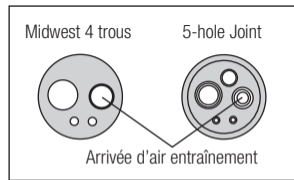

Fig. 12
- 3) Insérez l'embout de spray dans le port d'arrivée d'air du Turbine. Tenez le Turbine et pulvérisez pendant environ 2-3 secondes. Vaporisez du lubrifiant jusqu'à ce que celui-ci ressorte de la tête de la pièce à main pendant au moins 2 secondes. (Fig. 12)
- 2) Appliquez 1 ou 2 gouttes d'huile lubrifiante dans le port d'arrivée d'air illustré à la Fig. 12.